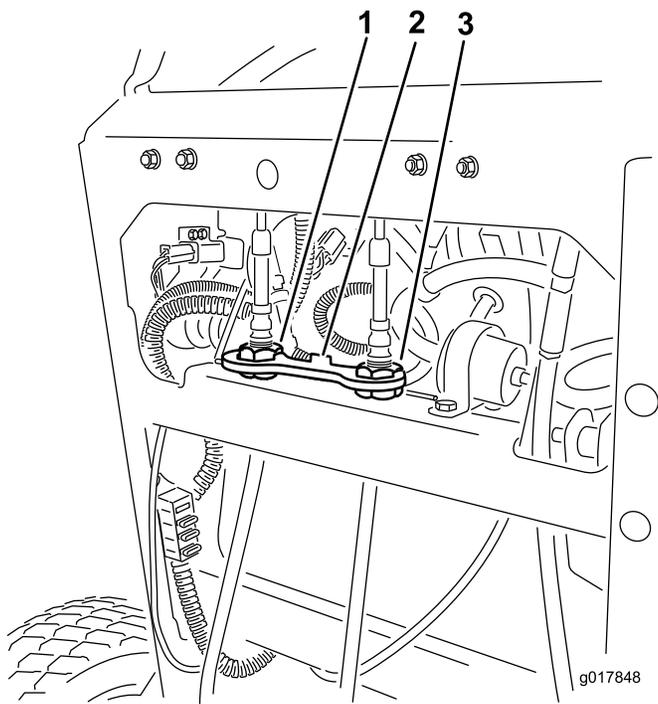

図 56
4. 右ケーブル調整器を回して、右側コントロールレバーがコントロールパネルのニュートラルロックスロットの中央にくるようにする 図 56。